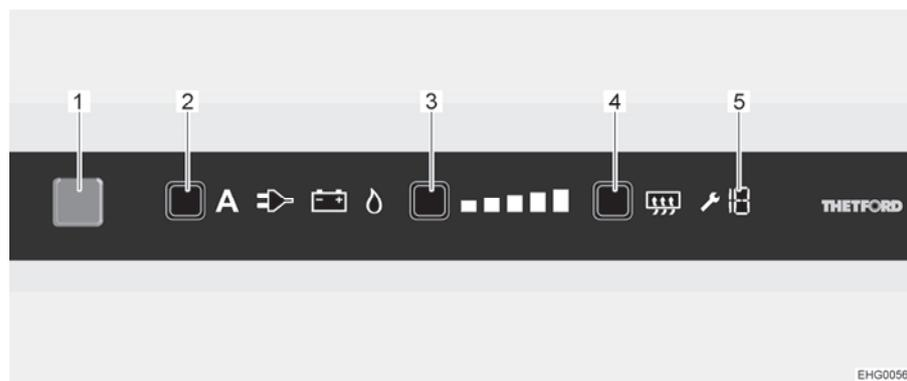

Fig. 136 Pantalla táctil LCD
- Presionar la tecla On/Off (Fig. 136,1) por 1 segundo. La tecla se ilumina de color azul. Se mostrará el ajuste seleccionado.
- Pulsar la tecla de selección de energía (Fig. 136,2) repetidamente hasta que esté seleccionada la fuente de energía deseada.
- Pulsar la tecla de niveles de refrigeración (Fig. 136,3) repetidamente hasta que esté seleccionada la nivel de refrigeración deseado. El nivel de refrigeración de refrigeración actual se visualizará a través de las barras luminosas.
- Pulsar la tecla On/Off (Fig. 136,1) por aprox. 2 segundos. Se apagarán todos las lámparas. El frigorífico está desconectado.